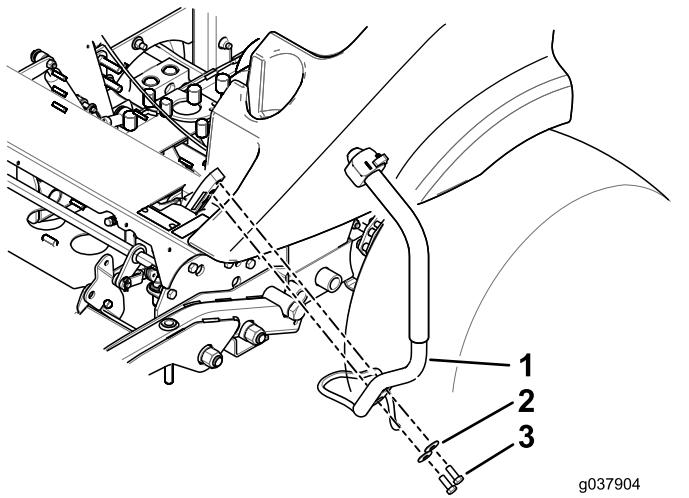

Figura 13
2. Instale o manípulo novo usando as anilhas e parafusos que guardou (Figura 13).